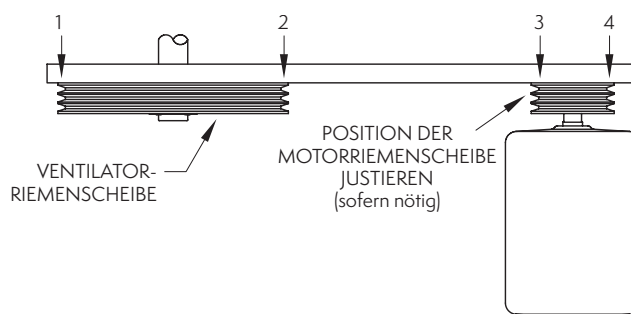

Abb. 18 – Überprüfen der Riemenscheiben-Ausrichtung
9. Zur Endkontrolle kann eine Wasserwaage o.ä. von Riemenscheibe zu Riemenscheibe gelegt werden (wie in **Abb. 18** dargestellt), wodurch eine 4-Punkt-Auflagefläche entstehen sollte. Justieren Sie die Position der Motorriemenscheibe bei Bedarf, bis ein Vier-Punkt-Kontakt erreicht ist.